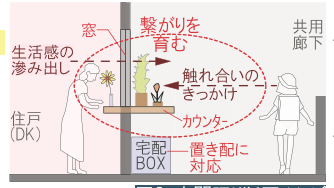

図8：玄関廻り断面イメージ
- 玄関扉の近くに窓やカウンター、ニッチを設置。生活感が滲みだすことで各戸の玄関付近に個性が生まれ、私的領域と共用空間を繋ぐ「バッファゾーン」を形成します。近所同士の自然な交流を促し、日常的なコミュニケーションが展開されるきっかけを生み出します。(図8～11)